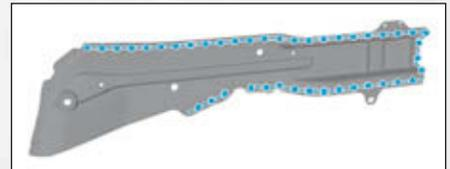

FIG.32
- les zones d'accostages sur la pièce neuve (Fig.32),